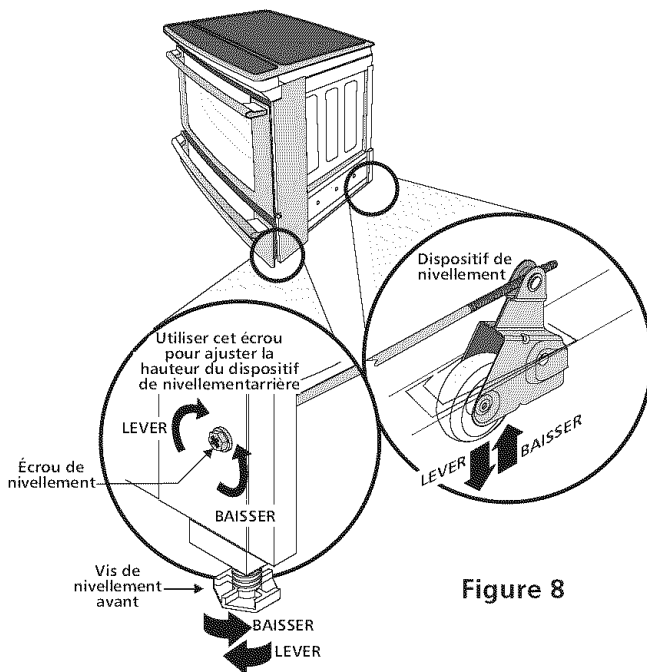

Figure 8
- Ajustez les pieds de l'appareil, comme décrit plus loin, jusqu'à ce que le dessous de la surface de cuisson s'appuie délicatement sur le dessus du comptoir et soit à niveau (Figure 8).